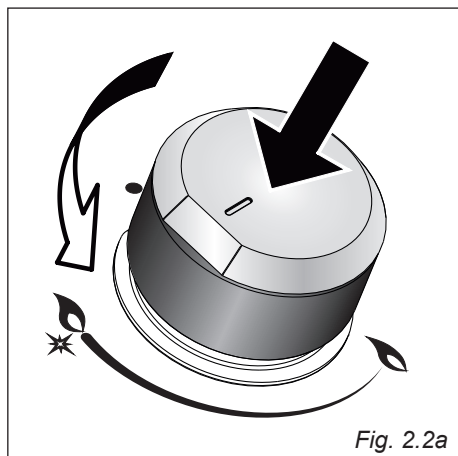

Fig. 2.2a
1. Premere e ruotare la manopola corrispondente (fig. 2.2a o 2.2b) fino alla posizione di portata massima “” o “” e mantenere premuta la manopola fino ad accensione avvenuta.